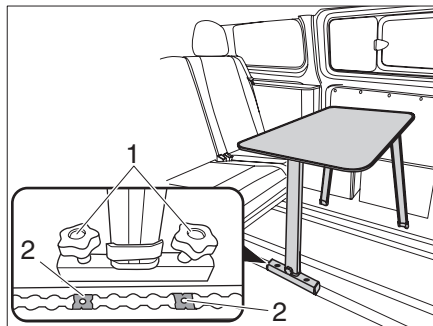

Fig. 50 Mesa montada dentro del vehículo
- ▶ Colocar el pie de mesa sobre las tuercas correderas (Fig. 50/2).
- ▶ Atornillar 2 tornillos de muletilla (Fig. 50/1) en las tuercas correderas (Fig. 50/1).